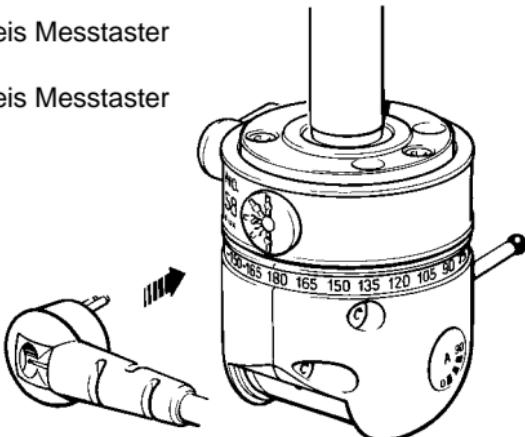

Abbildung 3 - Tastersignalanschluss
4.3 Tastersignalanschluss (Siehe Abbildung 3)